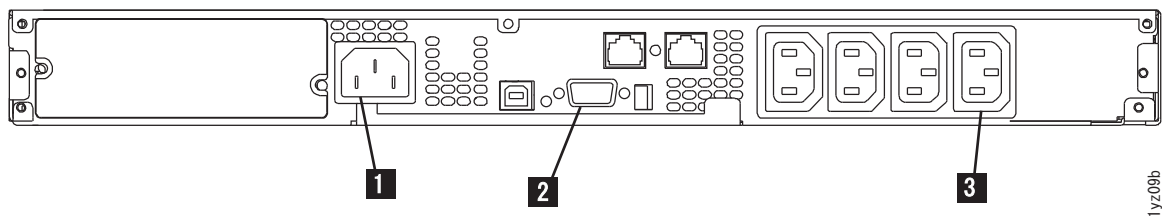

図 321. 2145 UPS-1U (背面図)
9. 2145 UPS-1U の背面で、SAN ボリューム・コントローラーの電源ケーブルをロード・セグメント 2 コンセント (353 ページの図 321 の **3**) に接続します。該当する場合、電源ケーブル保持ブラケット (図 320 に示す) を取り付けます。
10. SAN ボリューム・コントローラーのシグナル・ケーブルを通信ポート (353 ページの図 321 の **2**) に再接続します。
11. 2145 UPS-1U の主電源ケーブルを (電力配分装置または 冗長 AC 電源スイッチ のいずれかからの) 入力コネクタ (353 ページの図 321 の **1**) に再接続します。
これで、2145 UPS-1U は待機モードになり、SAN ボリューム・コントローラーがオフラインになるはずですが、図 321 に示されているすべてのインディケーターがオフになります。